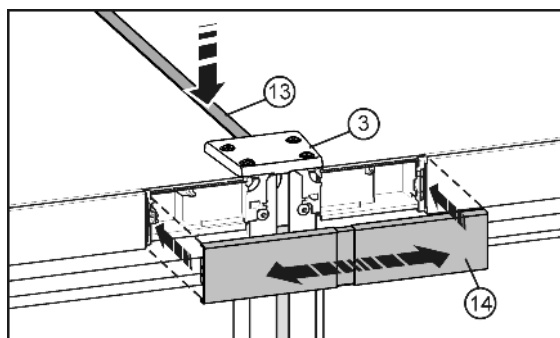

Fig. 10
- Op de bovenkant de korte lijst Fig. 10 (13) in de spleet drukken. De lijst moet aan de voorkant op één lijn met de verbindingssplaat Fig. 10 (3) liggen.
- Afdekking Fig. 10 (14) op de nog open tussenruimte van de beide bedieningsstroken vastklikken. Let erop, dat de buitenkanten van de afdekking op één lijn met de bedieningsstroken liggen. Indien nodig kan de afdekking worden uitgeschoven.